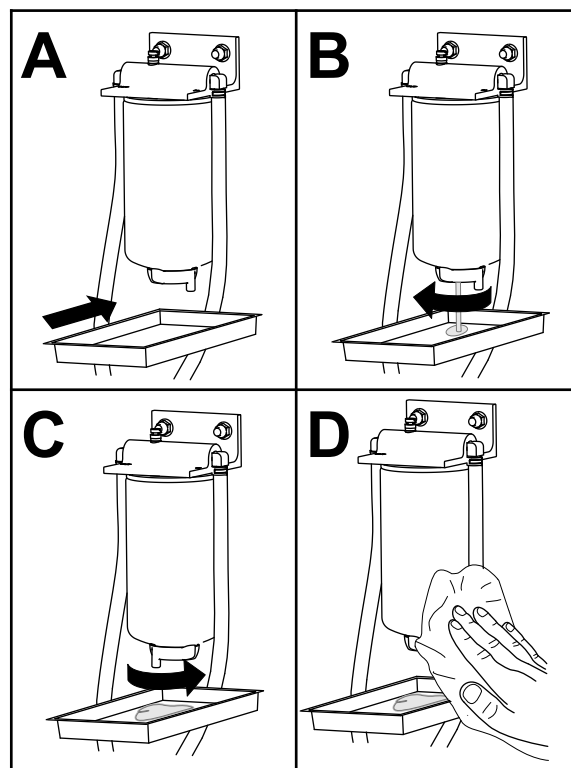

Figura 83
1. Spurgate l'acqua dal separatore carburante/acqua come illustrato nella Figura 83.